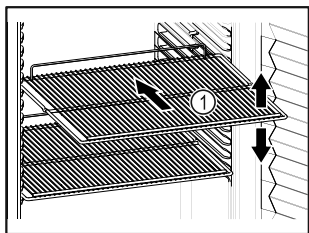

Fig. 61 Примерно изображение
- ☐ Ако стелажите за съхранение Fig. 61 (1) могат да се местят, регулирайте ги според височината.